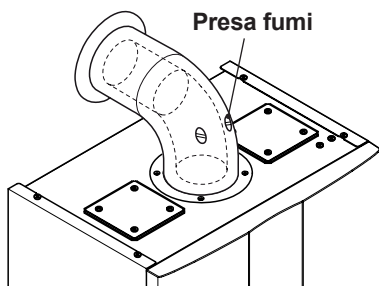

Figura 6.4
**Per questa operazione si può usare la presa fumi posta sullo scarico fumi (Figura 6.4).**